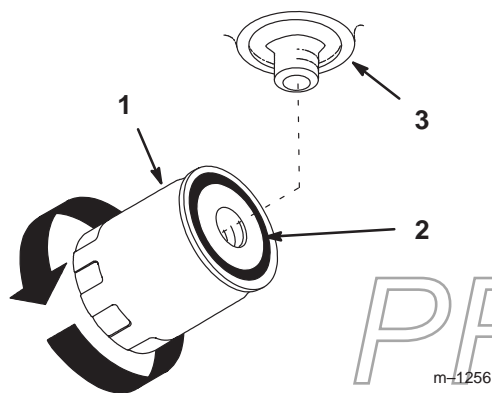

Figure 46
- Appliquez une fine couche de liquide hydraulique sur le joint en caoutchouc du filtre de rechange (Fig. 46).
- Quand le liquide déborde, tournez le filtre dans le sens horaire jusqu'à ce que le joint en caoutchouc rejoigne l'adaptateur, puis donnez un demi-tour supplémentaire (Fig. 46).